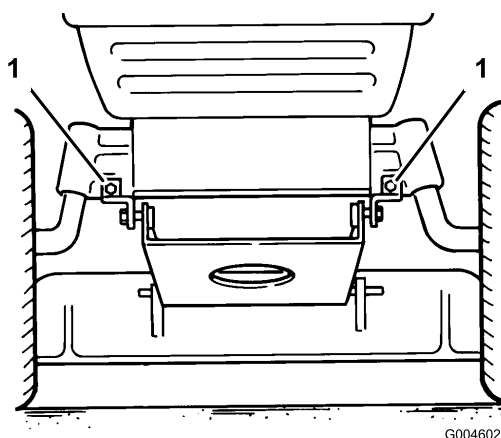

Figura 41
14. Baje los dos soportes pivotantes del cortacésped del eje delantero (Figura 41).
11. Instale los soportes de montaje del cortacésped al eje delantero con pernos y contratuercas (Figura 41).